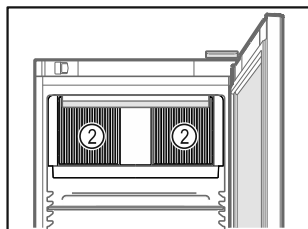

Fig. 59
- Větrací otvory Fig. 59 (2) oběhového vzduchového čerpadla ve vnitřním prostoru udržujte volné.